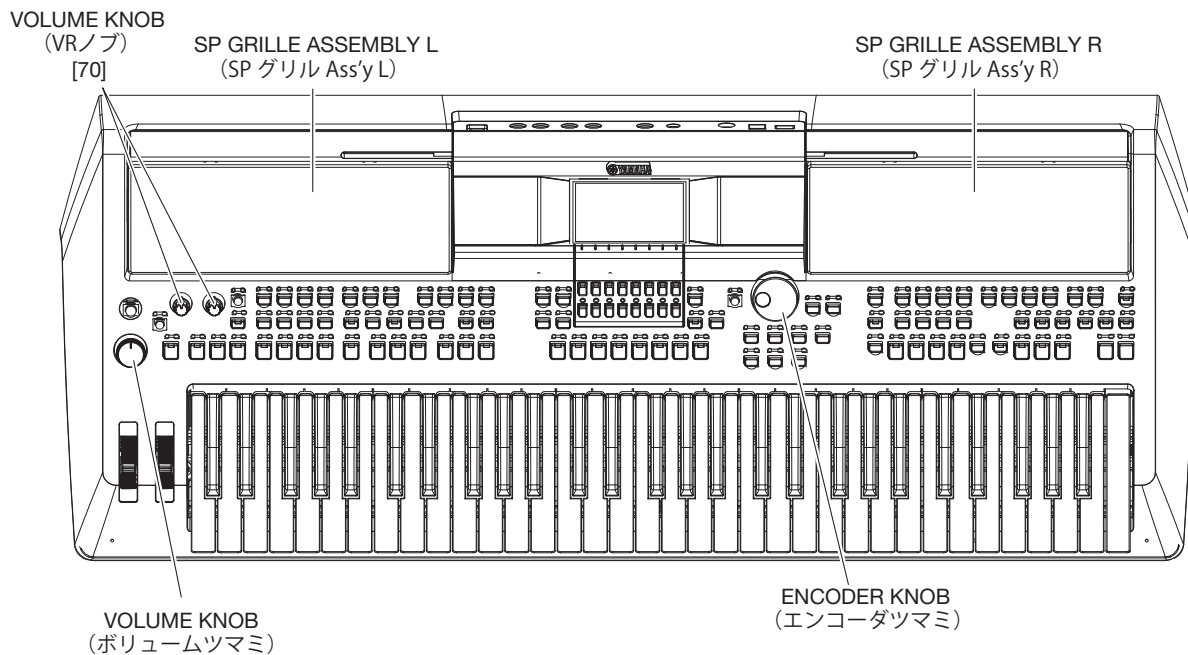
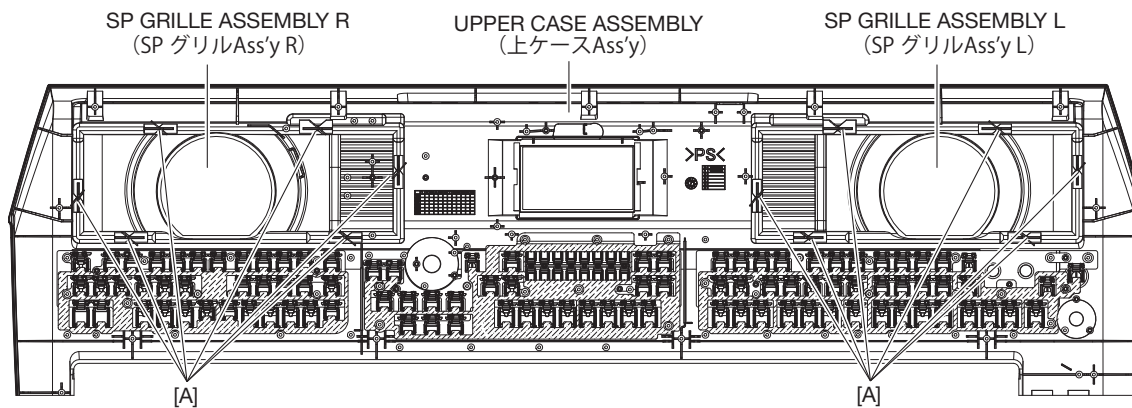

Fig. 4 (図4)
Fig. 7 (図7)
- 5-1. Remove the two (2) volume knobs marked [70] from the control panel surface. (Fig. 4)
- 5-1. コントロールパネル面から [70] の VR ノブ 2 個を外します。(図 4)
- 7-1. Remove the volume knob from the control panel surface. (Fig. 4)
- 7-1. コントロールパネル面からボリュームツマミを外します。(図 4)
- 13-1. Remove the encoder knob from the control panel surface. (Fig. 4)
- 13-1. コントロールパネル面からエンコードツマミを外します。(図 4)
- 14-2. Align the six (6) [A]s the groove in the upper case assembly and remove the SP grille assembly L. (Fig. 4, Fig. 7)
- 15-4. Align the six (6) [A]s the groove in the upper case assembly and remove the SP grille assembly R. (Fig. 4, Fig. 7)
- 14-2. [A] の 6 箇所を爪を、上ケース Ass'y の溝と平行にして、SP グリル Ass'y L を外します。(図 4、図 7)
- 15-4. [A] の 6 箇所を爪を、上ケース Ass'y の溝と平行にして、SP グリル Ass'y R を外します。(図 4、図 7)